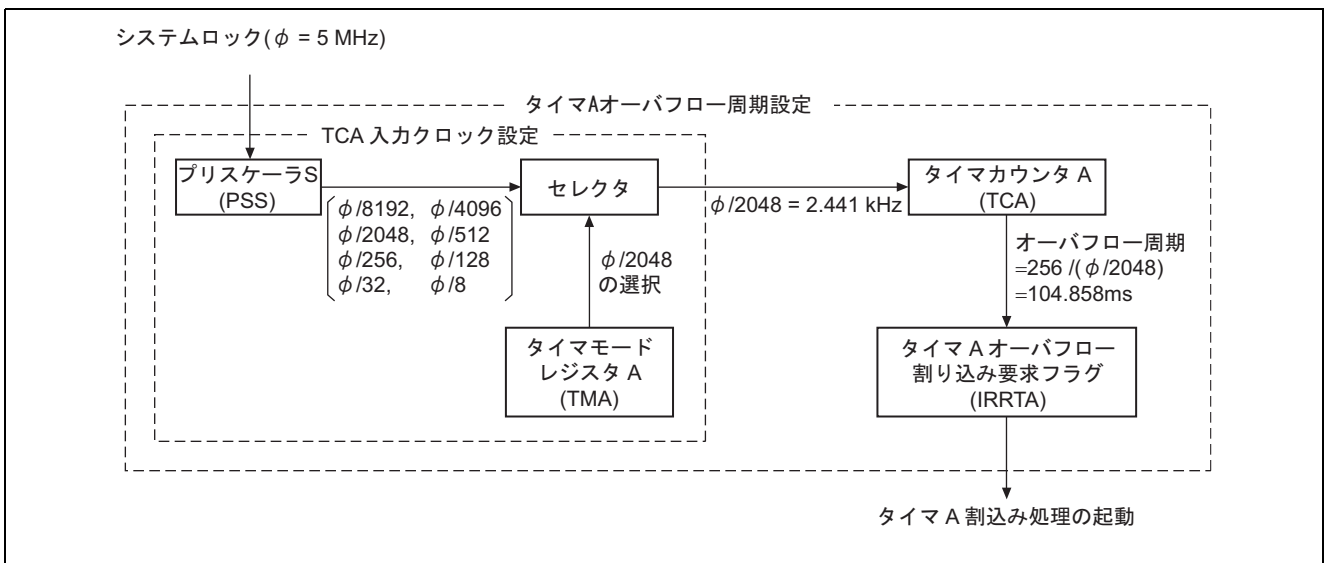

図 1 タイマ A インターバル機能ブロック図
- (1) 本タスク例では、タイマ A インターバル機能を使用して、8 ビットカウンタのカウントアップを行ないません。図 1 にタイマ A インターバル機能のブロック図を示します。以下にタイマ A インターバル機能のブロック図について説明します。